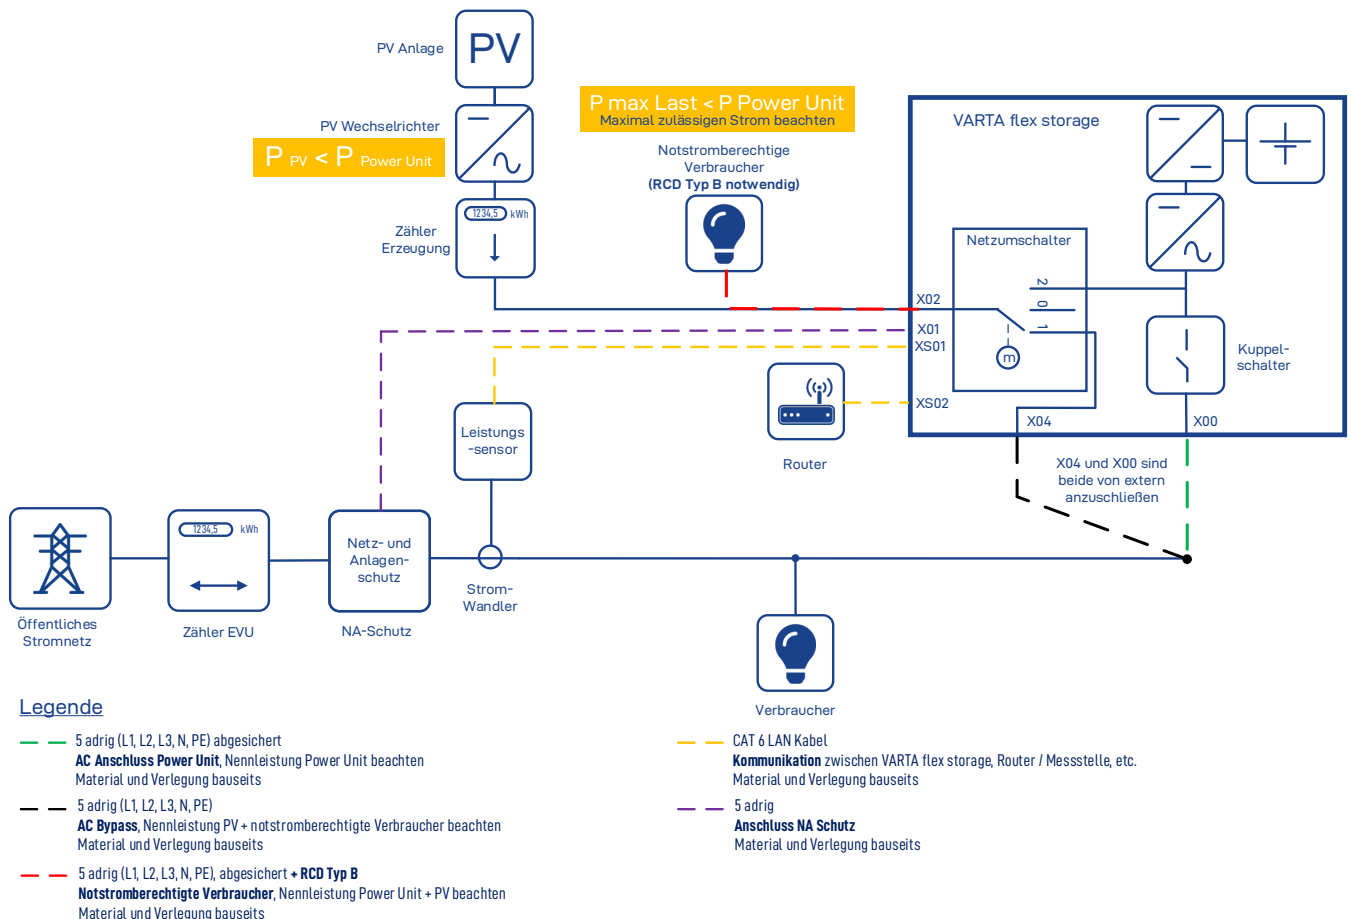

Abbildung 2: Schnittstellen - PV Eigenverbrauch mit Notstromfunktion
- In Abbildung 2 ist aufgeführt, welche elektrischen Vorbereitungen durch das Elektrofachunternehmen zu verantworten sind